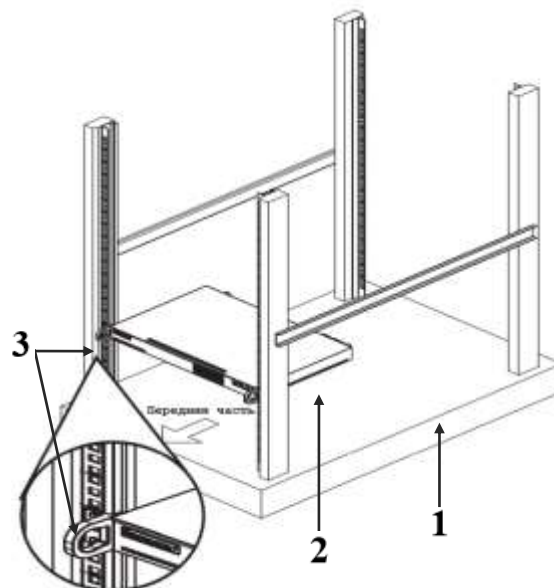

Рисунок 3. Монтаж сервера в стойку.
2.5 Монтаж сервера осуществляется в стандартную стойку 19 дюймов, крепление сервера осуществляется с помощью четырех крепежных винтов (рис. 3.):